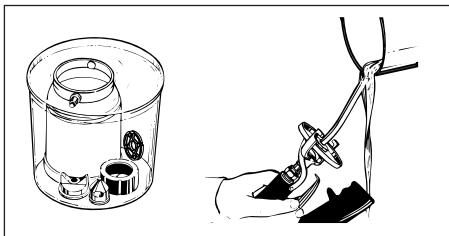

Figura 16 - Limpando as peças da pistola de pulverização
3. Coloque as peças e o recipiente de tinta em uma vasilha ou outro recipiente adequado. Deixe as peças de molho em um solvente adequado, ou em água e sabão se o látex foi usado (veja a Figura 16). Para limpar a pistola, enxágüe os solventes de limpeza adequados através do tubo de material até que a solução comece a clarear. Repita os procedimentos da extremidade do bocal da pistola (veja a Figura 16).